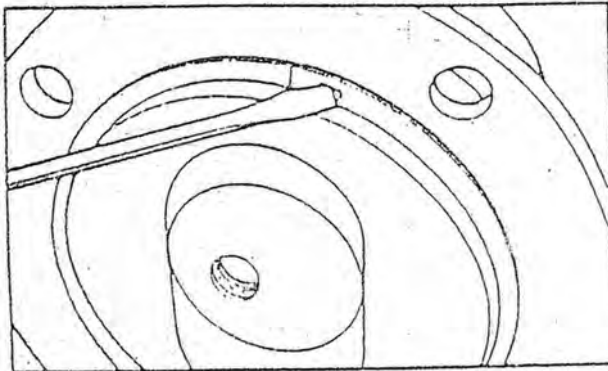

Figura 4-3. Extracción Típica del Anillo de Retención
3. Retirar la mitad superior del soporte del estator (31).
8. Retirar la brida de succión desempernándola del anillo de sujeción del estator (36B) y retirar la empaquetadura de el estator (34). Saque el anillo de Seeger (35) y el anillo de sujeción del estator que está ubicada en el mismo (ver figura 4.3). Controlar el desgaste del rotor (40) y la carcaza (30).